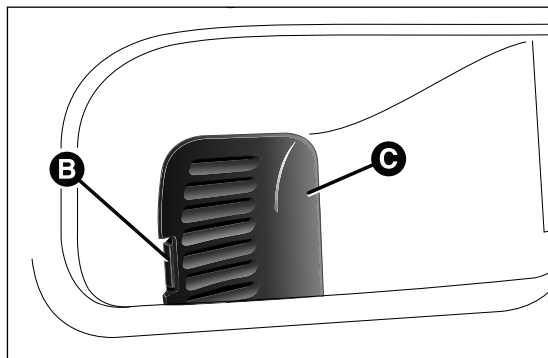

fig. 173
- ☐ actuando en la lengüeta B fig. 173 retirar la tapa de protección C (situada en la parte lateral del maletero);